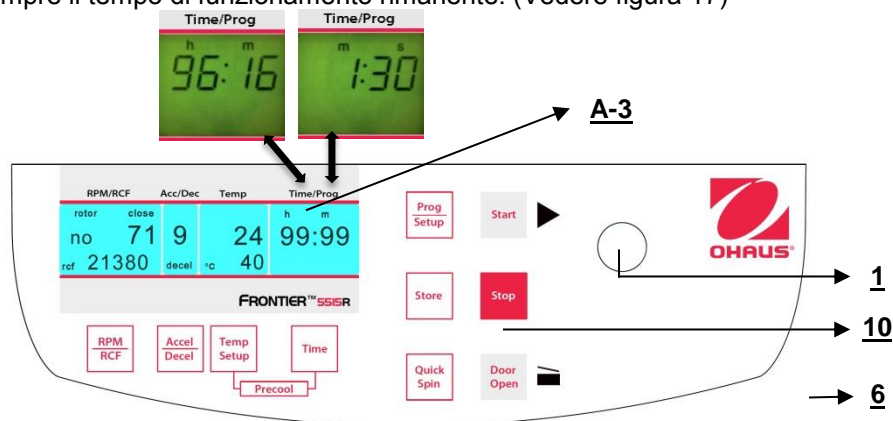

Figura 17
3. Il funzionamento continuo "**cont**", può essere interrotto con il tasto "**Stop**"(10) (fare riferimento alla figura 17).
Il display indica sempre il tempo di funzionamento rimanente. (Vedere figura 17)